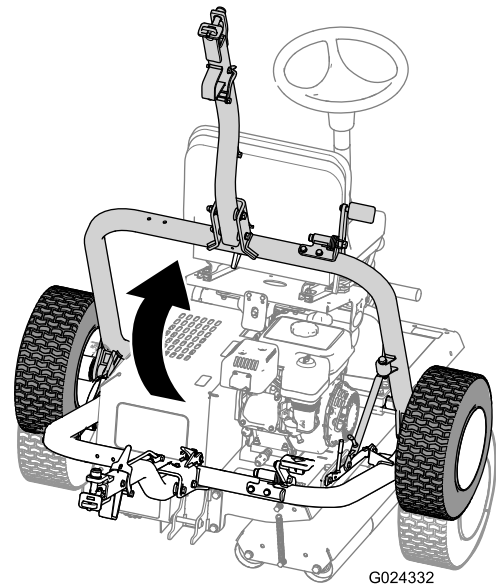

Bild 19
- D. Heben Sie die Anbauvorrichtung (Bild 19) an, bis der Sperrhebel in der seitlichen Arretierung einrastet (Bild 15).